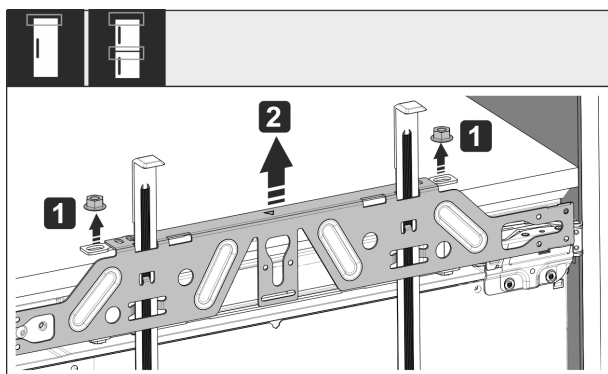

Fig. 52
- Odvijte protimatice Fig. 52 (1).
- Snemite pritrdilni prečnik Fig. 52 (2).